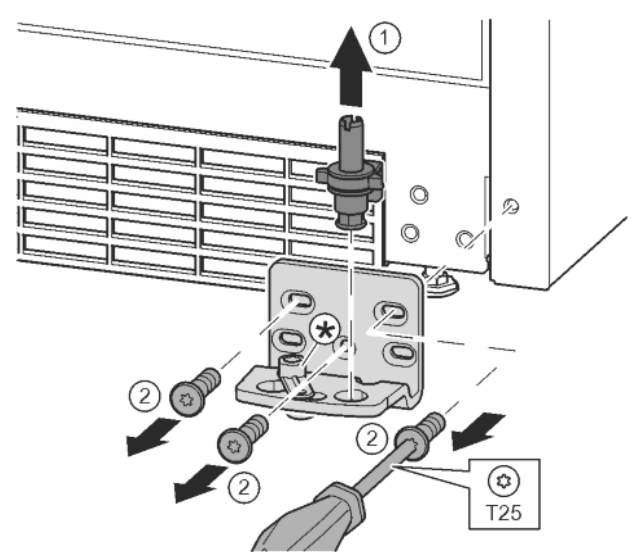

Fig. 13
- ▶ Ložiskový čep celý vytáhněte nahoru. Fig. 13 (1)
- ▶ Šroubovákem T25 vyšroubujte šrouby a sejměte stojan ložiska. Fig. 13 (2)